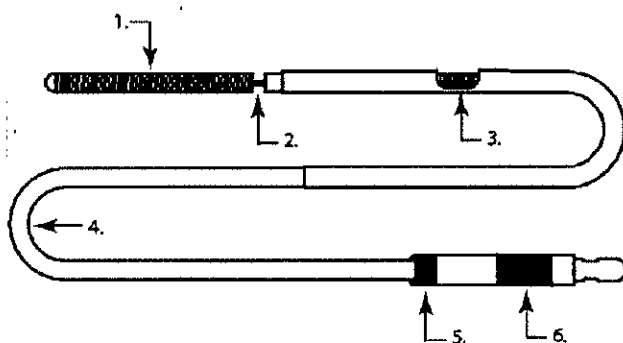

Figura 1
2. Haga avanzar lentamente el espiral separable AXIUM™ PRIME fuera de la vaina introductora hacia la palma de su mano enguantada e inspeccione si el espiral o la zona de separación presentan irregularidades. Debido a los posibles riesgos de irregularidades, debe realizarse una comprobación visual. Si existen irregularidades, reemplácela con una nueva espiral separable AXIUM™ PRIME (consulte la figura 1).